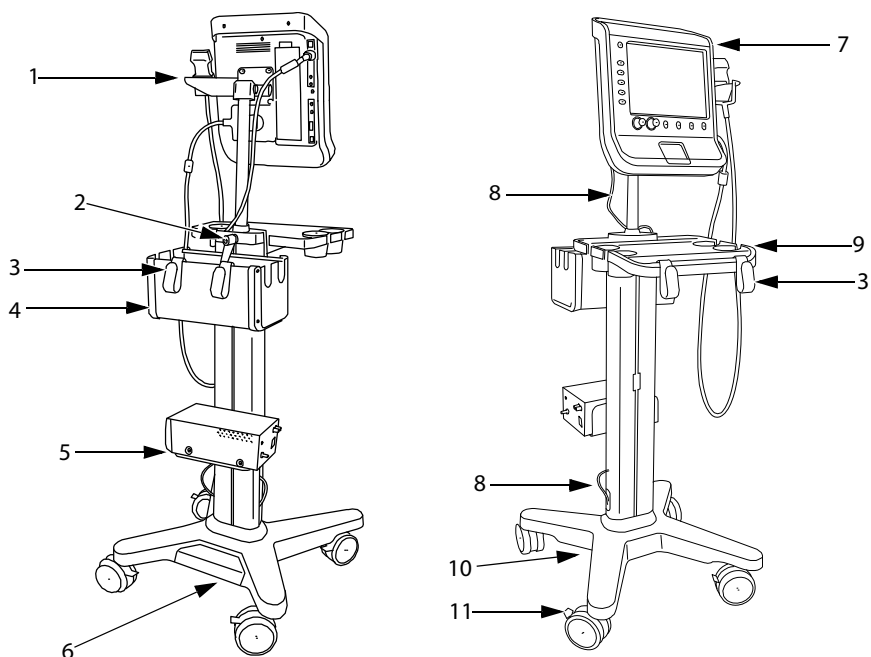

Figura 1 Base V-Universal: vistas posterior y delantera (mostrada con el sistema de ecografía S Series y una impresora, cesta y bandeja opcionales)
- ❖ Conecte los cables siguientes. Consulte la Figura 1 en la página 3.
- Cable de alimentación de CC (A)
- Cable de alimentación de CA del sistema (K)